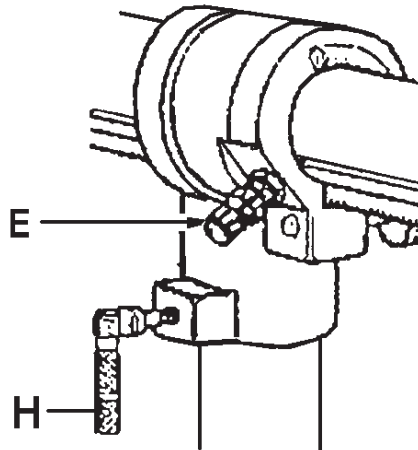

Рис.5
- Свердлувальна головка може бути повернута на 45° вправо (R) і на 90° вліво (L).
- Для повороту на 90° витягніть фіксуючий штифт (E, Рис. 5) і виверніть його.
- Для цього потрібно послабити рукоятку затиску (H, Рис. 5).
- Треба ослабити рукоятку затиску (F).
- За допомогою ручки настройки (I) може бути досягнуто бажане регулювання.